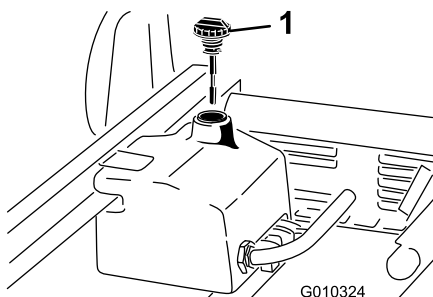

Figura 19
1. Limpie la zona alrededor del cuello de llenado y el tapón del depósito hidráulico (Figura 19).
3. Retire la varilla (Figura 19) del cuello de llenado y límpiela con un paño limpio.